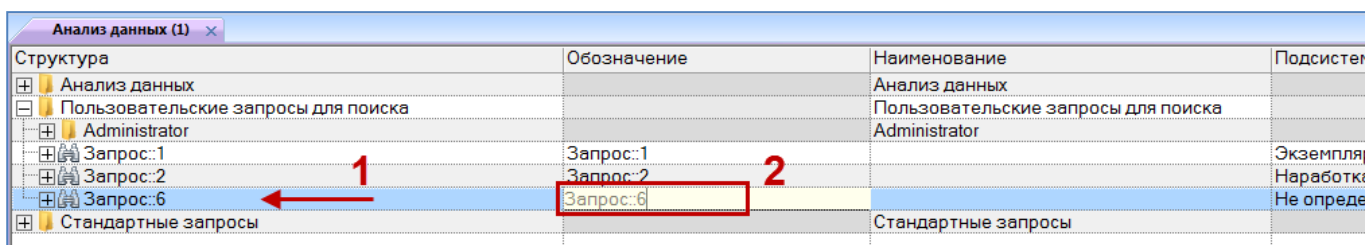

Рис. 7-5 – Ввод характеристик запроса
- 4) Выбранная папка раскроется и в ней появится новый запрос (1 на рис. 7-5).
- 6) Ввести «Обозначение» запроса (2 на рис. 7-5). После этого будет создан новый запрос.